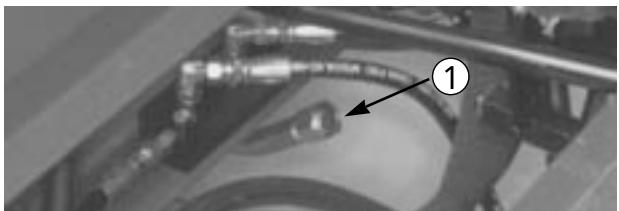

図17
3. 注油口のネック（図17）からディップスティック・キャップを抜き、ウェスで拭ってからもう一度差し込んで引き抜き、オイルの量を点検する：マークから12 mm以内になければ補給する。入れすぎに注意。マークより6 mm上を上限とする。